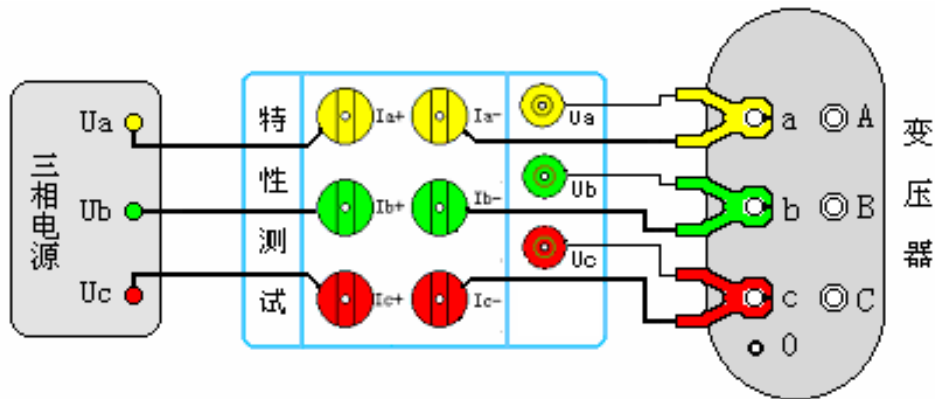

图 25、三相电源测量变压器空载损耗
- (2). **三相电源测量变压器的空载损耗：**将变压器的非测试端开路，按图 25 方式接线：